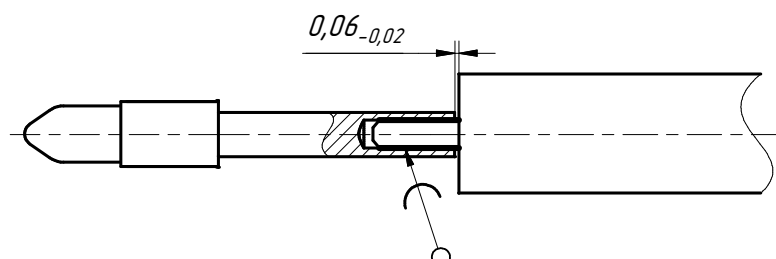

Рис. 23. Пайка штыря на жилу кабеля
- 1) Выполните пайку штыря на жилу кабеля (рисунок 23). Для того, чтобы обеспечить хорошие параметры кабельной сборки, необходимо точно выдержать размер $0,06_{-0,02}$ мм;